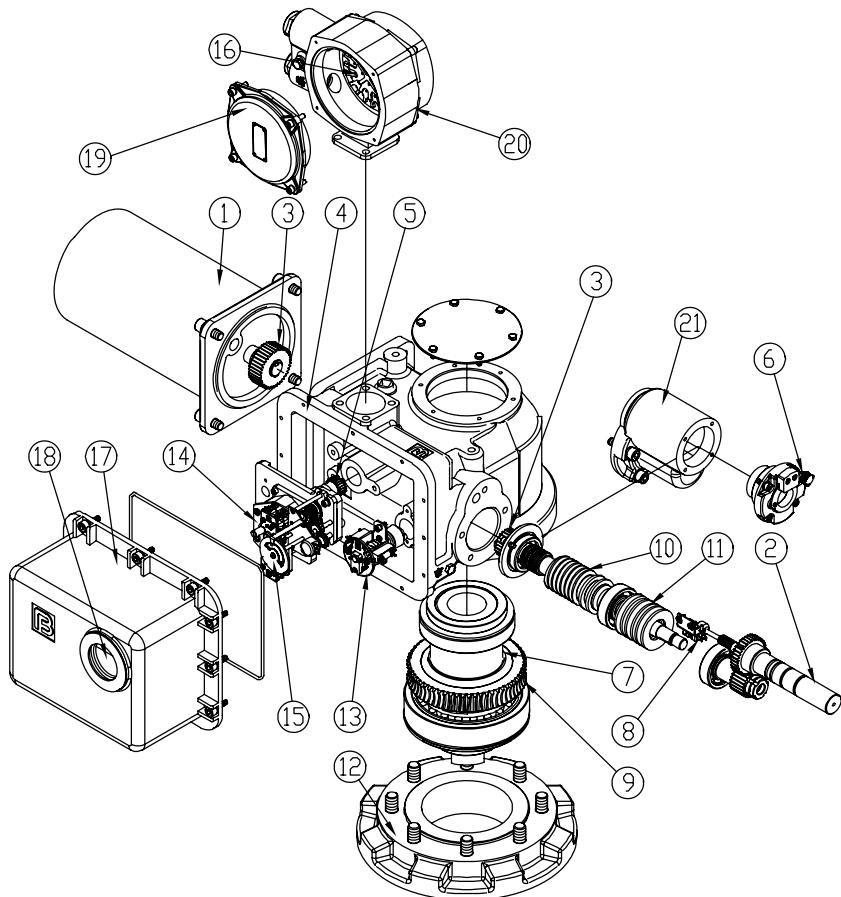

Рис. 5 Электроприводы типа ГЗ-ВВ, ГЗ-ВГ, ГЗ-ВД
## **2.2. Электроприводы типа Г3-ВВ, Г3-ВГ, Г3-ВД (рис. 5)**
Электроприводы типа Г3-ВВ, ВГ, ВД имеют идентичную конструкцию. Корпус (4) (рис. 5) – литой, к корпусу крепится редуктор маховика ручного дублера (21), электродвигатель (1), взрывозащищенная клеммная коробка (19, 20), монтажный фланец (12). В корпусе установлены червячный редуктор (9, 10) с тарельчатыми пружинами (11), выходной вал (7), двухсторонняя муфта ограничения крутящего момента (13), ограничитель хода выходного вала (14) и индикатор положения затвора арматуры (15).